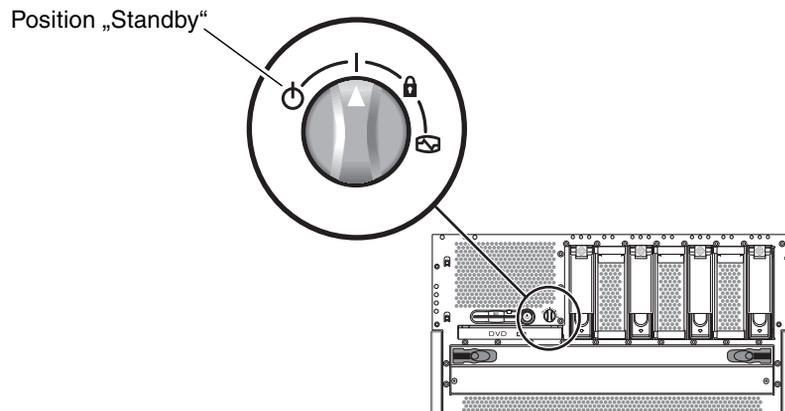

ABBILDUNG 4-24 Drehen des Drehknopfes in die Standby-Position
2. Drehen Sie den Drehknopf in die Standby-Position (ABBILDUNG 4-24).